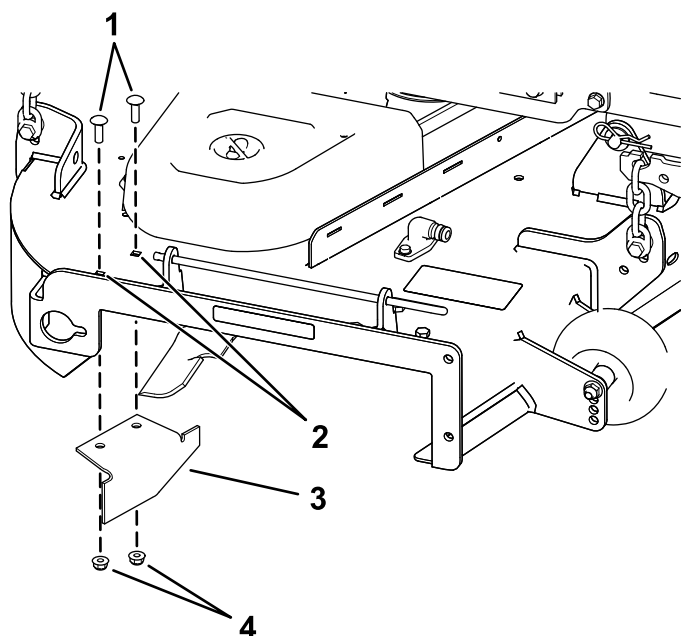

Figura 37
14. Localize o abafador de corte no saco das peças soltas, retire as fixações nos furos posteriores da placa de descarga e instale o abafador na abertura de descarga lateral na plataforma do cortador (Figura 37).